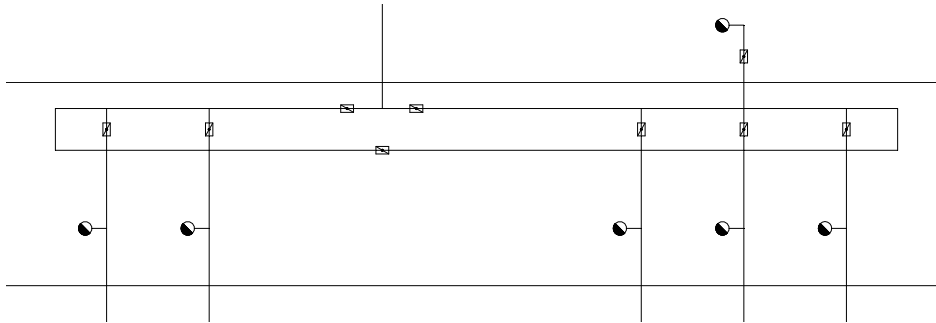

图 14-57 原理图插入蝶阀图块
⑨ 插入蝶阀图块。单击“图库图层”→“图库管理”命令，系统弹出【天正图库管理系统】对话框，在其中选择蝶阀图块；在绘图区中点取图块的插入点，结果如图 14-57